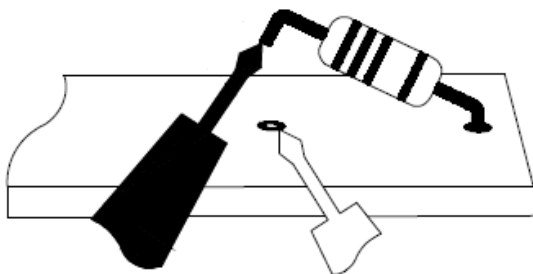

Fig. 5.1 Composant débranché
Pour mesurer le courant, il suffit de débrancher le composant à tester et d'appliquer les pointes des cordons de mesure de façon à ce que le multimètre soit en série avec le composant, voir fig. 5.1.
4. Appliquez les pointes des cordons de mesure de façon à ce que le multimètre soit en série avec le composant (voir fig. 5.1).